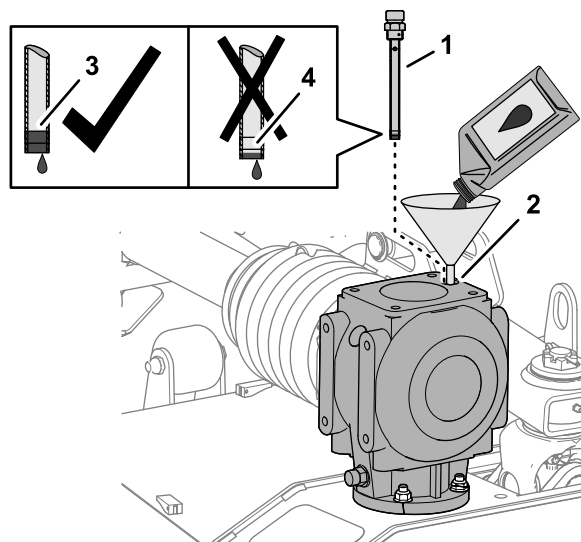

Figure 63
1. Versez 1 064 ml du lubrifiant pour engrenages spécifié dans le boîtier d'engrenages par l'orifice de la jauge (Figure 63).
2. Vissez la jauge dans l'orifice, ressortez-la et vérifiez le niveau de lubrifiant (Figure 63).
4. Revissez et serrez la jauge dans l'orifice de remplissage (Figure 63).